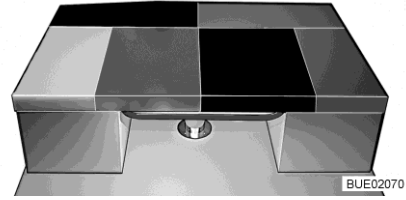

Bild 155 Efter ombyggnaden
- Lägg extra dynan på bordet (se Bild 155). Placera dynsidan på sidosätet på L-sittgruppen.